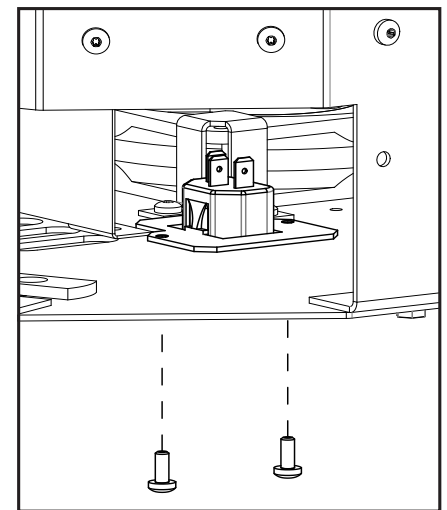

Figure 87: Connexion de la prise électrique
5. Fixez la plaque adaptatrice à travers la chambre de combustion en réutilisant les deux (2) vis T20 (voir la Figure 87).
Le conduit d'alimentation électrique et de gaz peut monter directement sur le poteau depuis le sol en dessous. Alternativement, vous pouvez les faire passer à travers le canal à l'arrière de la base du piédestal (voir la Figure 87).